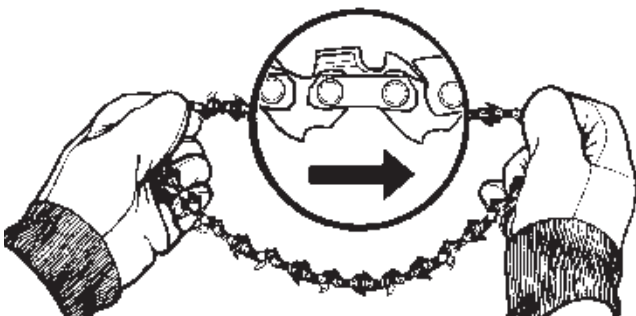

Fig. 11
4. Passez la chaîne par dessus le pignon avec les lames de la chaîne tournées dans la direction de la rotation (Fig. 11).
**MISE EN GARDE:** Si une chaîne est trop tendue ou trop lâche, le guide-chaîne et les roulements de vilebrequin s'useront plus rapidement. Étudier la Figure 11 pour tout renseignement concernant la tension appropriée pour moteur chaud (A) ou froid (B), et comme guide indiquant quand la chaîne a besoin d'être ajustée (C).